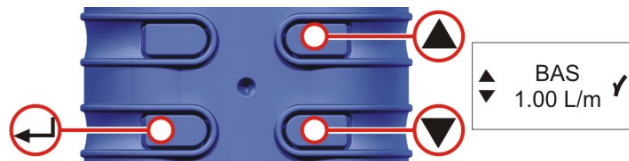

Figure 23 Écran de réglage bas
I. AJUSTEMENT DU POINT DE RÉGLAGE BAS (fig. 23)